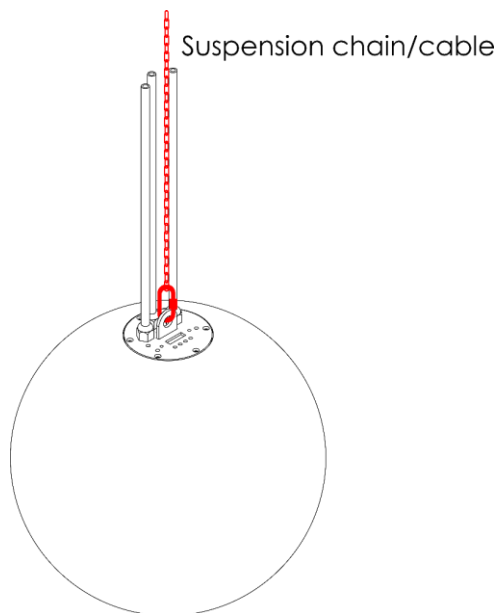

Fig. 05
Usare una catena o un cavo di sospensione adatto per appendere il dispositivo. Assicurarsi che il cavo/catena di sospensione possa sostenere 10 volte il peso del dispositivo Illumisphere 30. Fissare la catena/cavo di sospensione all'**occhiello di sospensione del cavo (08)**, vedere Fig. 05.